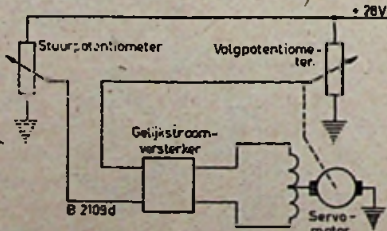

Fig. B-4
2. Een eenvoudige wijze om bewegingen binnen een beperkt gebied over te brengen is er een met potentiometers (fig. B-4).